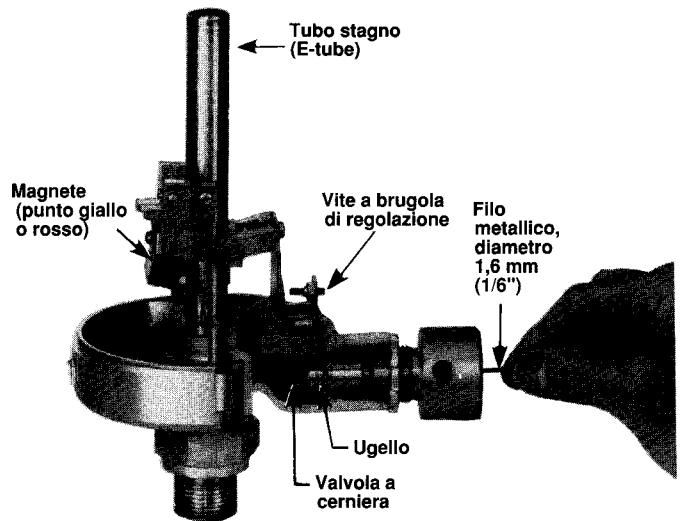

Figura 7
4. Inserire un filo metallico del diametro di 1/16" nell'ugello dal lato della connessione pneumatica. Vedere **Figura 7**. Il filo può essere mosso avanti e indietro per togliere dall'apertura l'eventuale sporcizia accumulata.